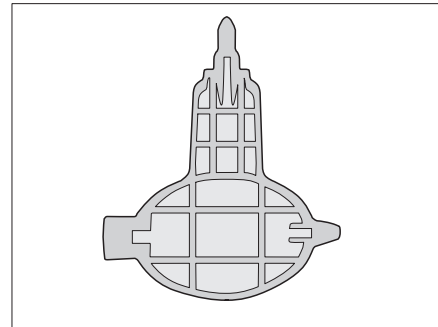

Fig. 341 Llave para el sifón (solo Alpa)
- ▷ El modelo Alpa incluye una llave (Fig. 341) para soltar el sifón.